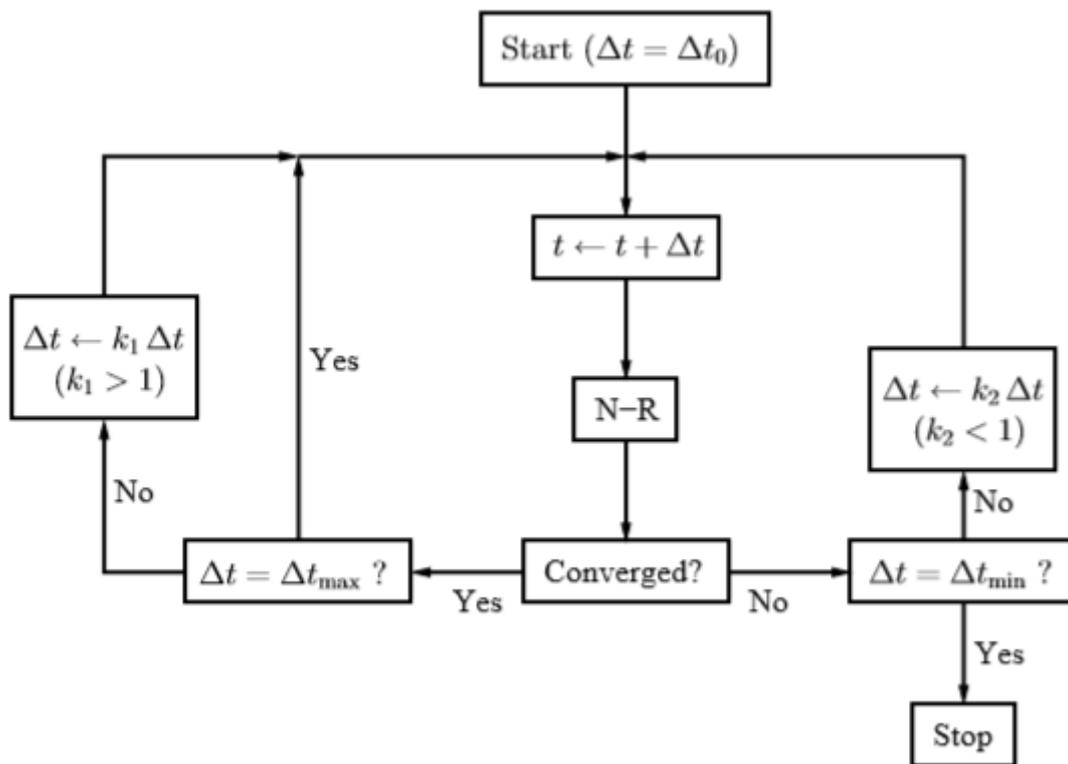

Рис. 23. Диаграмма метода авто-шагов на основе сходимости N-R итераций
1. Метод `back_euler_auto`: если проблема нелинейная, временно шаг может быть вычислен на основе сходимости N-R метода, как иллюстрируется диаграммой на рис. 23.
\* `fctr_stepred` (optional, default=0.05): фактор ( $k_2$  на рис. 23), которым уменьшается временной шаг, если процесс N-R расходится.
\* `fctr_stepinc` (optional, default=1.5): фактор ( $k_1$  на рис. 23), которым временной шаг увеличивается, если процесс N-R сходится.
2. `trapezoidal_auto method`: этот метод использует тот же алгоритм (рис. 23) и параметры, что и метод `back_euler_auto`.
3. `trbdf2 method`: если проблема линейная, она решается напрямую, и нет необходимости в использовании методов итерации. По этой причине метод, основанный на сходимости, такой, как показано на рис. 23, исключается. В этих случаях мы можем использовать приближение на базе оценки локального уменьшения ошибки (LTE). В TR-BDF2 схеме [9] временной шаг  $\Delta t_{i+1}$  (то есть, интервал между  $t_i$  и  $t_{i+1}$ ) делится на две части: (a)  $\Delta t_1 = \gamma \Delta t_{i+1}$  ( $\gamma < 1$ ), где применяется метод трапеций. Мы будем называть это TR шагом. (b)  $\Delta t_2 =$
Если ошибка оказывается слишком большой, вырезается предыдущий временной шаг, TR-BDF2 шаг выполняется с меньшим временным шагом, и ошибка вычисляется вновь. Временной шаг может быть вновь принят или вырезан, в зависимости от ошибки. Основная идея во многом та же, что изображена на рис. 23, за исключением того, что используется оценка LTE (вместо сходимости N-R процесса) для определения, будет ли принят или вырезан заданный временной шаг. Более детально метод описан в [9]. Следующие параметры применимы для метода trbdf2.